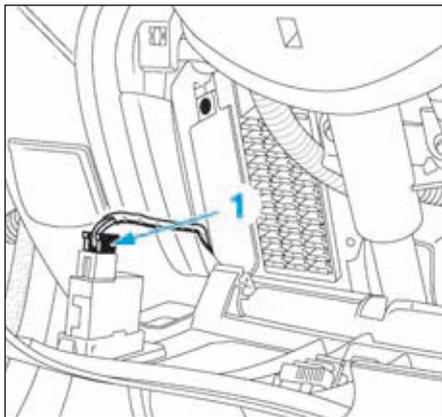

FIG.1
- Débrancher la connexion électrique (1) (Fig.1).